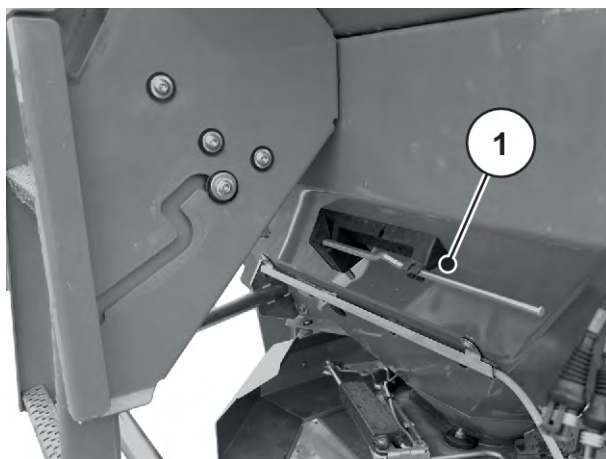

Рис. 26: Положение регулировочного рычага AXIS xx.2
- ▶ Поместите регулировочный рычаг в предусмотренное для него крепление. См. Рис. 26 Положение регулировочного рычага AXIS xx.2